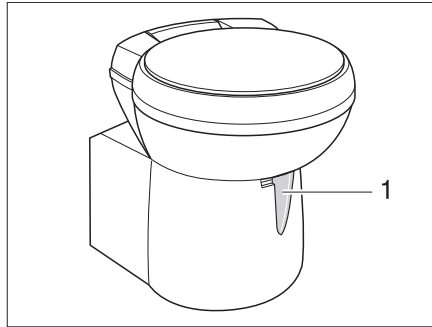

Fig. 347 Taza del inodoro Thetford, basculable
- Antes del lavado, abrir la corredera del inodoro Thetford. Para ello, empujar la palanca de corredera (Fig. 347,1) en sentido contrario a las agujas del reloj.